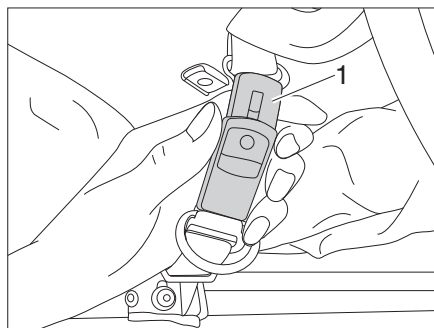

Fig. 48 Apertura della cintura di sicurezza
- Aprire le cinture di sicurezza (Fig. 48,1).
- Chiudere le cinture di sicurezza (Fig. 48,1).